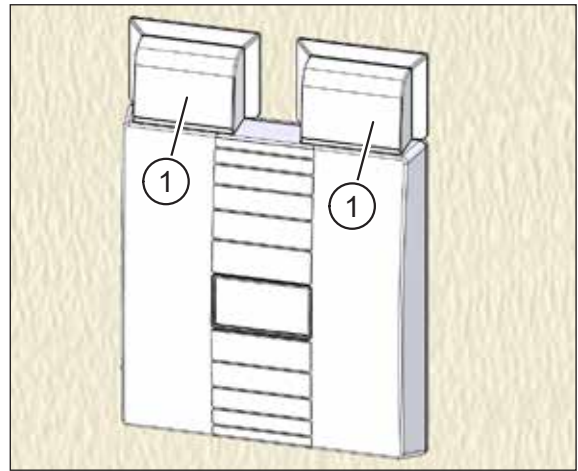

Abb. 51: Kanaladapter befestigen
- ▶ Befestigen Sie die Kanaladapter (Pos. 1 in Abb. 51) gemäß der entsprechenden Montageanleitung (siehe Abschnitt „1.11 Ergänzende Dokumente“ auf Seite 8).